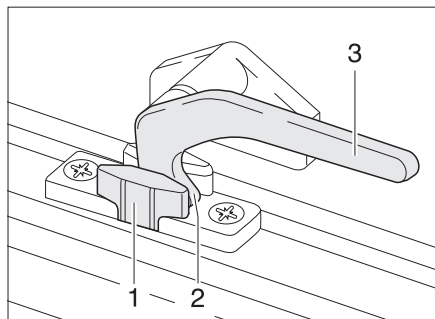

Fig. 37 Levier de verrouillage en position "Aération permanente"
- En position "Aération permanente" (Fig. 37)
- Tourner le levier de verrouillage (Fig. 37,3) d'un quart de tour vers le centre de la fenêtre.
- Tourner le levier de verrouillage d'un quart de tour vers le cadre de la fenêtre. Le tenon de verrouillage (Fig. 37,2) doit pénétrer alors dans le logement prévu à cet effet dans le verrouillage de fenêtre (Fig. 37,1).